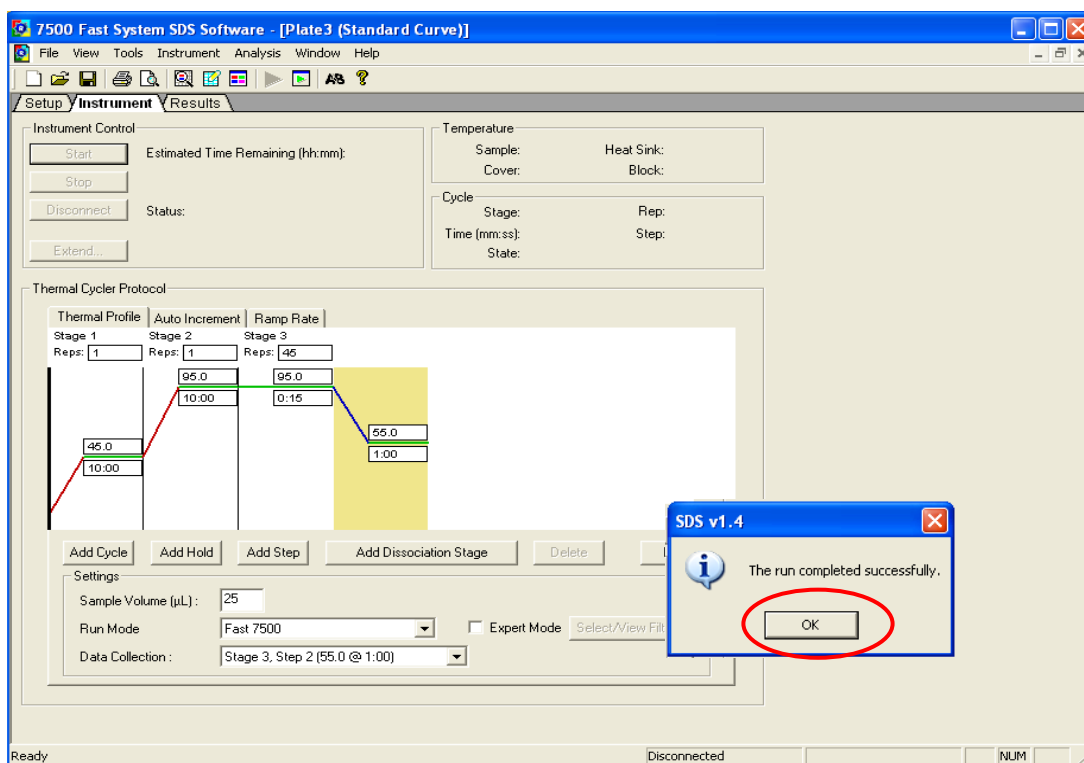

Figura 9.- Pantalla de término de la corrida de qRT-PCR para Otros Virus Respiratorios.
- Después de que la corrida de qRT-PCR se ha completado, se presentará una ventana emergente que indica que la corrida ha finalizado (Figura 9); presionar el botón OK.